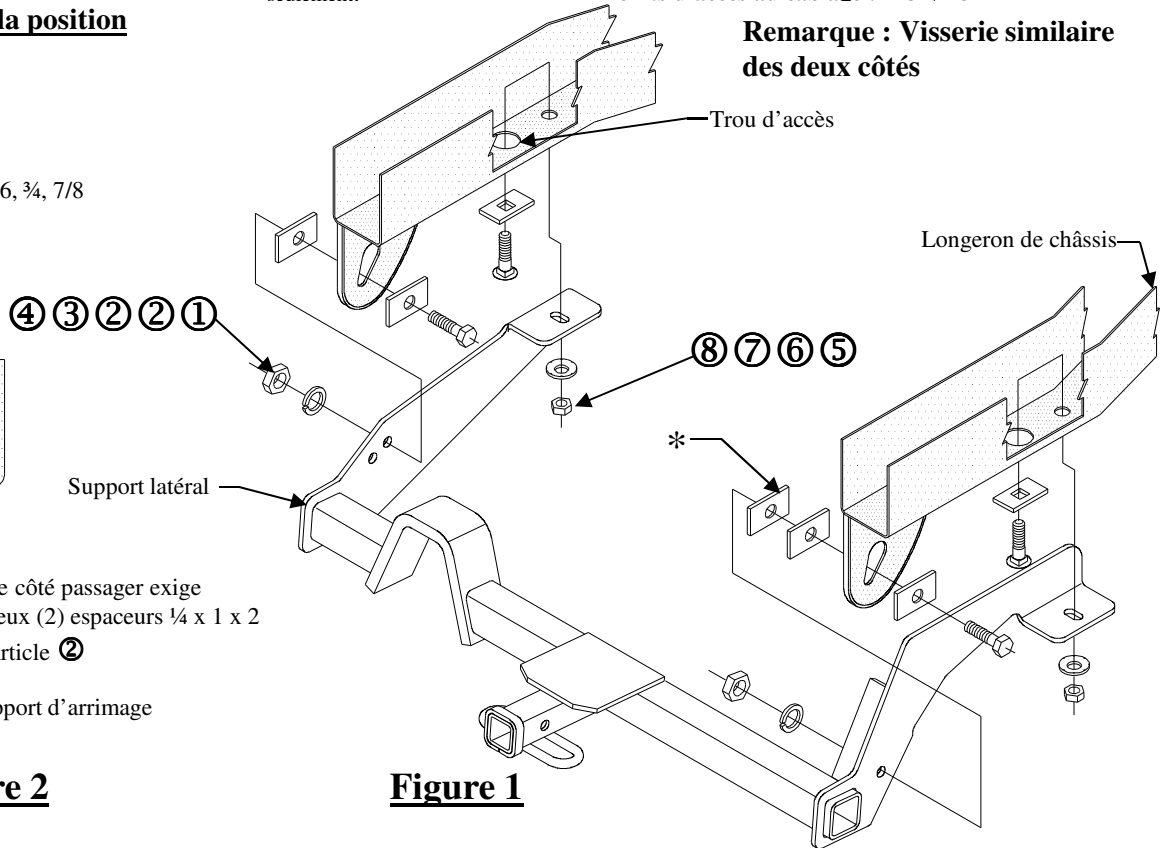

Figure 1
①	Qté (2)	Boulon hexagonal 1/2-13 x 2-1/4 GR5	⑤	Qté (2)	Boulon de carrosserie 7/16-14 x 1-1/2 GR5
②	Qté (5)	Espaceur 1/4 x 1 x 2	⑥	Qté (2)	Espaceur 1/4 x 1 x 3
③	Qté (2)	Rondelle frein 1/2	⑦	Qté (2)	Rondelle conique dentée 7/16
④	Qté (2)	Écrou hexagonal 1/2-13	⑧	Qté (2)	Écrou hexagonal 7/16-14
2. Enlever les quatre (4) capuchons de plastique dans le bas des longerons. À l'aide d'un fil de tirage, acheminer les boulons de carrosserie et les blocs à travers la fente d'accès dans le bas du cadre de châssis, comme illustré à la figure 1.
3. Soulever l'attelage en position. Sans trop serrer, installer les écrous hexagonaux et les rondelles coniques dentées sur les attaches les plus à l'avant. Installer les boulons hexagonaux et les blocs comme illustré à la figure 1.